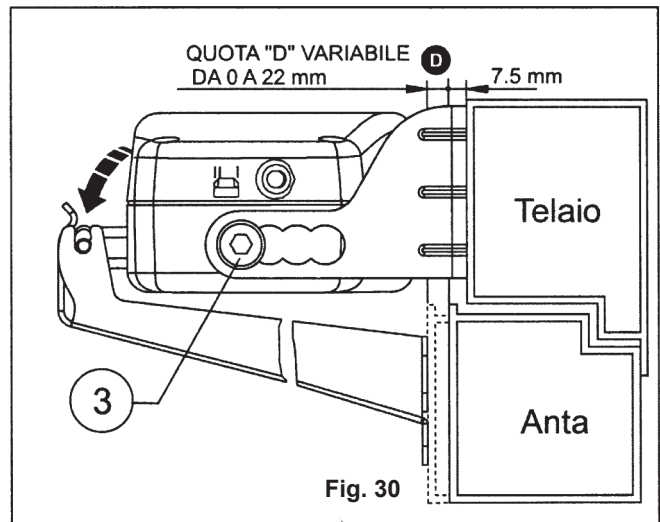

Fig. 30
8) Fig. 30 - Scegliere la posizione dell'attuatore rispetto la staffa di attacco al serramento e agganciare il terminale catena alla staffaper apertura vasistas;